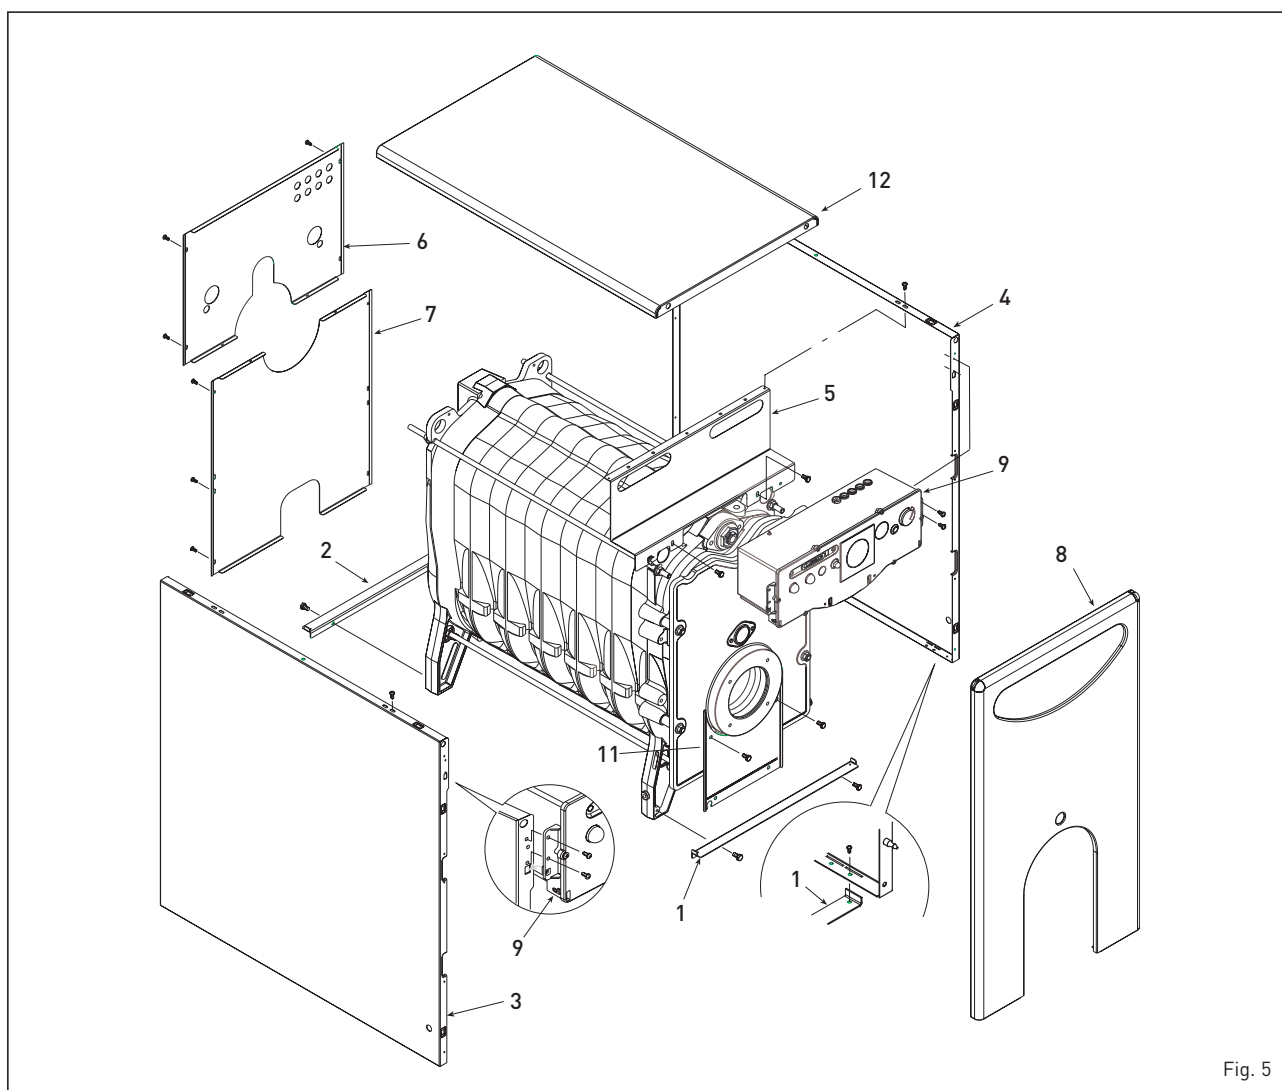

Fig. 5
2.5 MONTEREN VAN DE MANTEL "RONDÒ ErP" (fig. 5)
De mantel en het instrumentenbord worden in aparte kartonnen verpakkingen afgeleverd. In de verpakking van de mantel bevindt zich het zakje met de documentatie van de verwarmingsketel en de reeds geprepareerde glaswol om het gietijzeren verwarmingslichaam te isoleren. Om de onderdelen van de mantel te monteren volgt u de onderstaande richtlijnen (fig. 5):